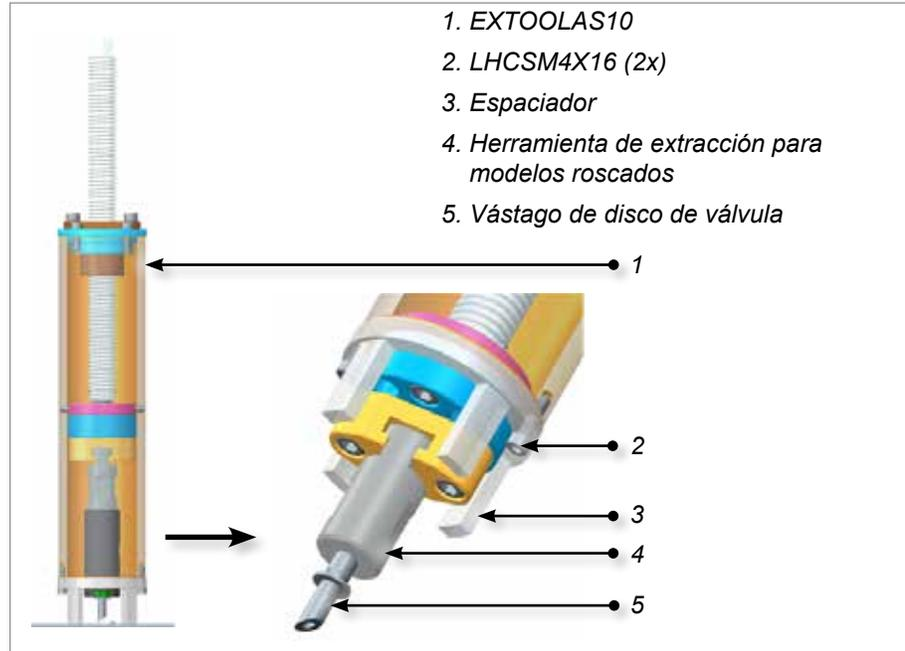

Figura 15-4 Para discos de válvula con rosca
- a) Enrosque la herramienta de extracción del disco de válvula en el vástago del disco de la válvula. Consulte la Figura 15-4.